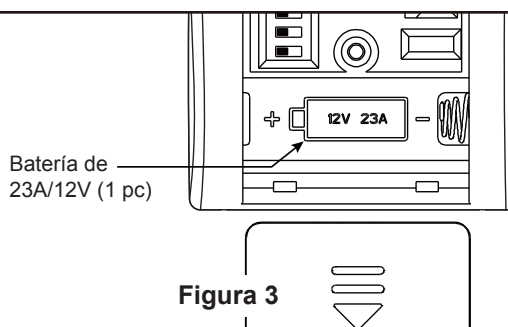

Figura 3
- ☐ **3.** Para que el ventilador sea funcional, instale las pila (incluidas) de 23A/12V en el transmisor del mando a distancia. Mientras el ventilador esté apagado. A continuación, siga el proceso de fijación remota de código. Si no se utiliza el ventilador durante un largo periodo de tiempo, extraiga la batería para evitar cualquier daño al transmisor. Almacene el mando a distancia en un lugar alejado del calor o la humedad excesiva. (Figura 3)